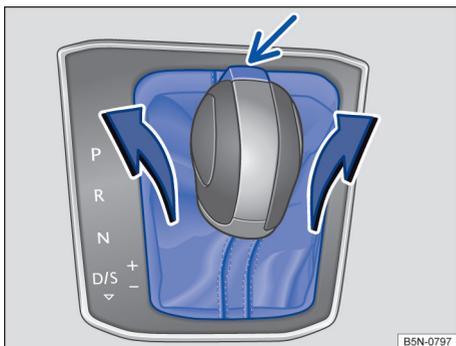

Fig. 117 Desmontar a cobertura da correia da alavanca seletora.
- Puxe a cobertura, pela área da coifa da alavanca seletora, para cima e com cuidado junto com os cabos elétricos que estão conectados → Fig. 117.